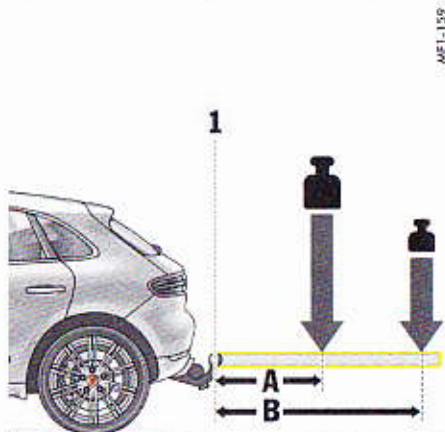

Fig. 111 : Principe de répartition de la charge des équipements et accessoires
d'autant plus grand (Fig. 111).
- Le porte-à-faux maximal autorisé pour les accessoires / équipements par rapport au crochet d'attelage (Fig. 111, 1) ne doit pas dépasser 700 mm.
Le poids total autorisé pour le système de transport diminue lorsque la distance entre le centre de gravité du chargement et le crochet d'attelage (Fig. 111, 1) augmente. Les valeurs suivantes sont autorisées :